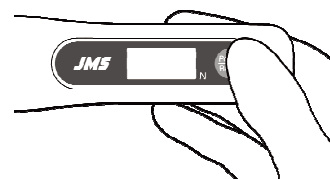

図 1. 電源の入れ方
(1) 咬合力計本体のプローブに測定用カバーを確実に押し込み装着する。
*(2) 電源/リセットボタンを 2 秒間長押しして電源を入れる（図 1）。ブザー音と共に表示画面が点灯して全表示になった後、自動的にスタンバイ状態となる（図 2）。